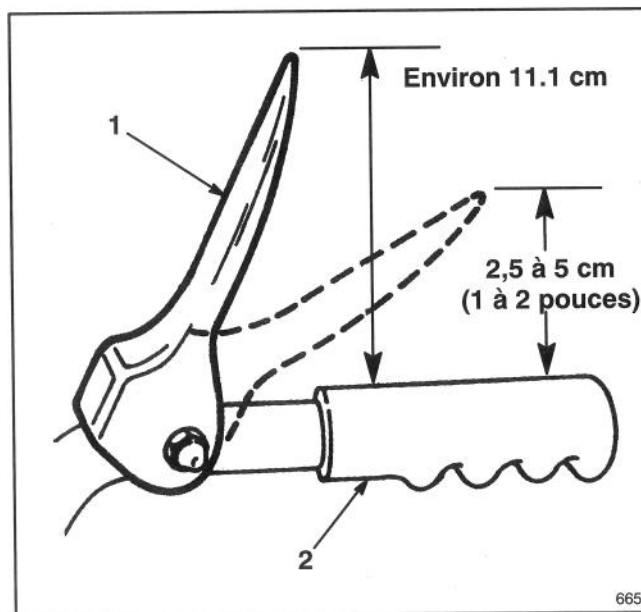

Figure 7
6. Tirez lentement la machine en arrière tout en amenant, également lentement, le levier de commande de traction contre la poignée. Le réglage est correct lorsque les roues cessent de tourner et que la distance entre le haut de la poignée et la bas de la tige de commande est de 2,5 à 5 cm (1 à 2 pouces) (Fig. 7). Au besoin, réglez à nouveau les écrous à collerette pour obtenir ces dimensions, et serrez-les fermement.